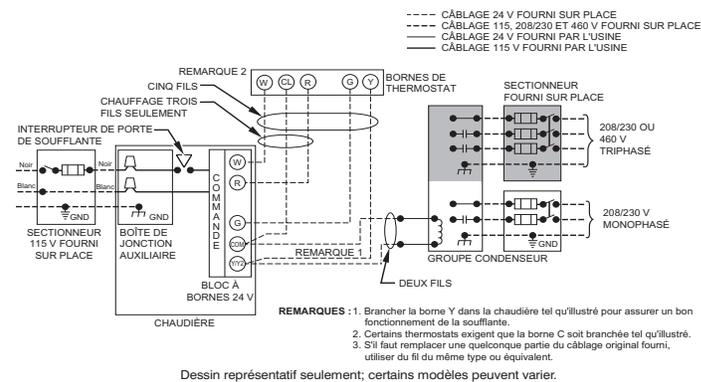

Fig. 33 – Schéma de câblage type d'un appareil à une phase
Consultez la Fig. 33 pour le schéma de câblage illustrant un câblage type de 115 V. Vérifiez que toutes les connexions électriques faites en usine ou sur place sont bien serrées.
6. Branchez l'alimentation électrique et les fils neutres aux fils d'alimentation électrique de la chaudière, comme illustré à la Fig. 33.
5. Branchez les fils neutres et les fils électriques aux fils d'alimentation électrique de la chaudière, tel qu'illustré à la Fig. 33.